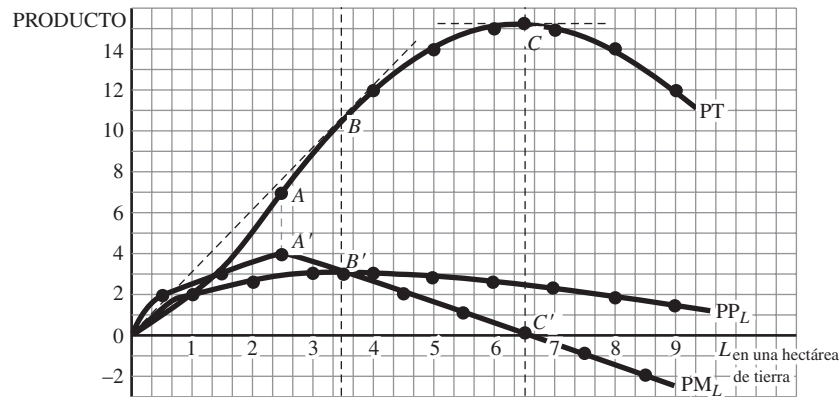

Figura 6-9
- a) Vea la figura 6-9. Estas curvas suaves son las curvas típicas PT , PP y PM de los libros de texto y se basan en el supuesto de que los insumos son perfectamente divisibles.
- 6.3 a) En términos de “trabajo” y “tierra”, ¿qué afirma la ley de los rendimientos decrecientes? b) Determine dónde comienza a operar la ley de los rendimientos decrecientes en la figura 6-9.
- b) La ley de los rendimientos decrecientes comienza a operar en el punto A' de la figura 6-9, donde el PM_L comienza a declinar. A la izquierda de A' se utiliza muy poco trabajo en una hectárea de tierra y, por tanto, se obtienen rendimientos crecientes, en lugar de decrecientes, del trabajo (el factor variable). (No debe confundirse “rendimientos crecientes” —concepto a corto plazo— con “rendimientos crecientes a escala”, que es un concepto a largo plazo.)
- 6.4 Defina las tres etapas de la producción para el trabajo que se muestran en la figura 6-9.